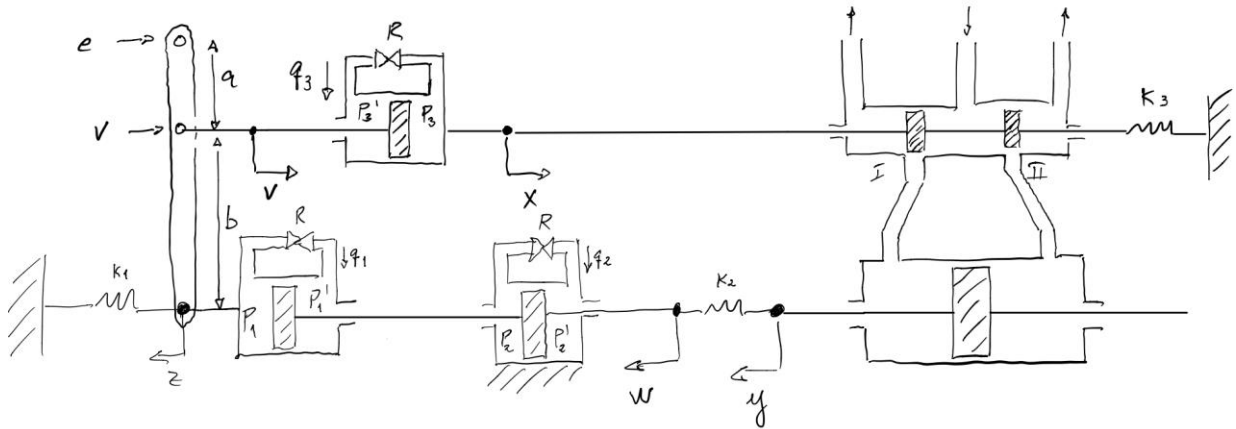

Figura 2. Sistema hidráulico relativo à Questão 2.
2. A Figura 2 ilustra um sistema hidráulico realimentado. Este sistema é baseado em um servomotor hidráulico integral cujo eixo da válvula piloto é realimentado segundo o esquema da Figura 2. Este sistema produz um controlador cuja função de transferência $Y(s)/E(s)$ deve ser encontrada, segundo os passos ditados pelos itens abaixo relacionados.
- d) O servomotor hidráulico presente no sistema da Figura 2 funciona como um controlador hidráulico integral. Partindo da equação da válvula piloto e da conservação de massa no seu cilindro de potência, encontre as equações diferenciais que regem o sistema e, a partir destas, encontre a função de transferência $Y(s)/X(s)$. Para este controlador, saiba que $K_c = K/A\rho$, onde K é a constante de proporcionalidade entre o deslocamento do eixo da válvula piloto e o fluxo liberado e A é a área do pistão do cilindro de potência.
- h) Faça os diagramas de bloco referentes às funções de transferência encontradas nos itens (c), (d), (f) e (g). Junte os diagramas de bloco para formar o diagrama de blocos completo do sistema da Figura 2, que relaciona $Y(s)$ com $E(s)$.